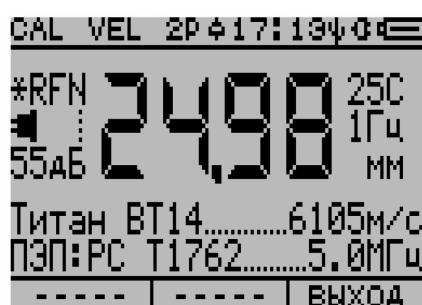

Рисунок 2.84
11) После того, как значение измеренной толщины тест-блока на дисплее прибора будет индицироваться стабильно, нажать клавишу **ENT**. Значение фиксируется на дисплее (рисунок 2.84), а соответствующий измеренный ВЦП интервал времени  $T_{2TB}$  заносится в память прибора. Снять ПЭП с тест-блока.